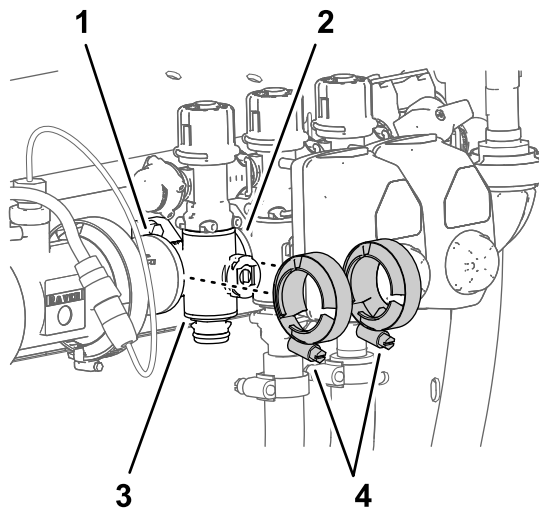

图 111
- 取下将喷洒臂段歧管阀固定至相邻组件法兰上的 2 个法兰夹具 图 111。